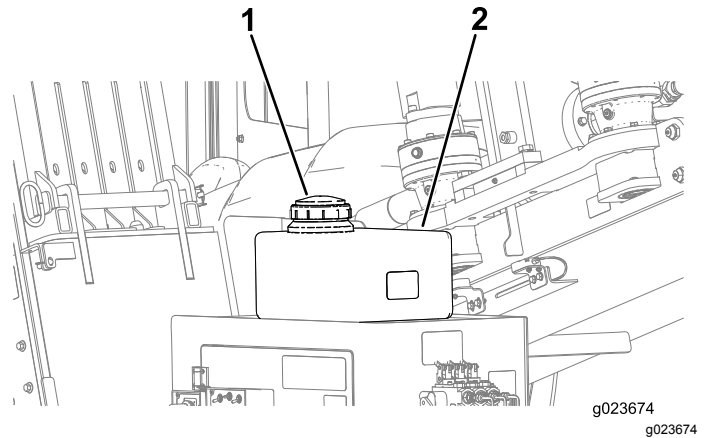

Bild 129
- C. Nehmen Sie den Deckel vom Frostschutzmittelbehälter der Bohrflüssigkeitspumpe ab (Bild 129).
- D. Stellen Sie sicher, dass der Behälter mit Frostschutzmittel gefüllt ist (Bild 129).
- D. Füllen Sie nach Bedarf Frostschutzmittel in den Behälter (Bild 129).
5. Schrauben Sie den Deckel auf den Frostschutzmittelbehälter auf (Bild 129).